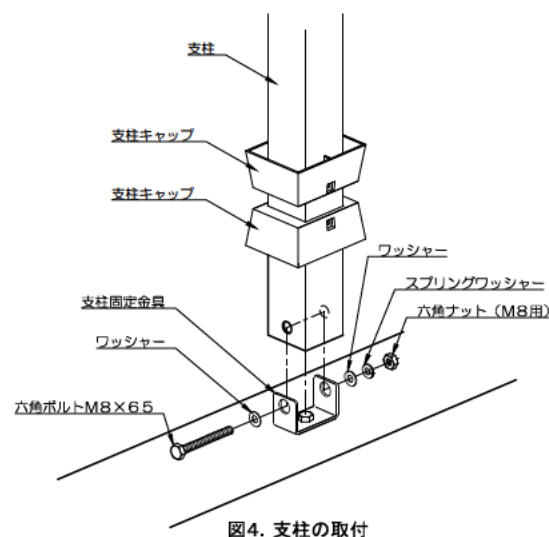

図4. 支柱の取付
- (1) 支柱キャップを支柱に通してから、支柱と支柱固定金具を六角ボルトM8×65で固定してください(図4)。